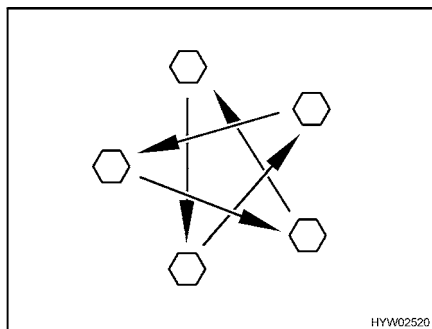

Bild 132 Radmuttern oder Radschrauben über Kreuz anziehen
- Radmuttern oder Radschrauben regelmäßig auf festen Sitz prüfen. Radmuttern oder Radschrauben eines ausgewechselten Rades nach 50 km nachziehen (Bild 132).
- Wenn neue oder neu lackierte Felgen verwendet werden, die Radmuttern oder Radschrauben zusätzlich nach ca. 1000 bis 5000 km nachziehen (Bild 132).